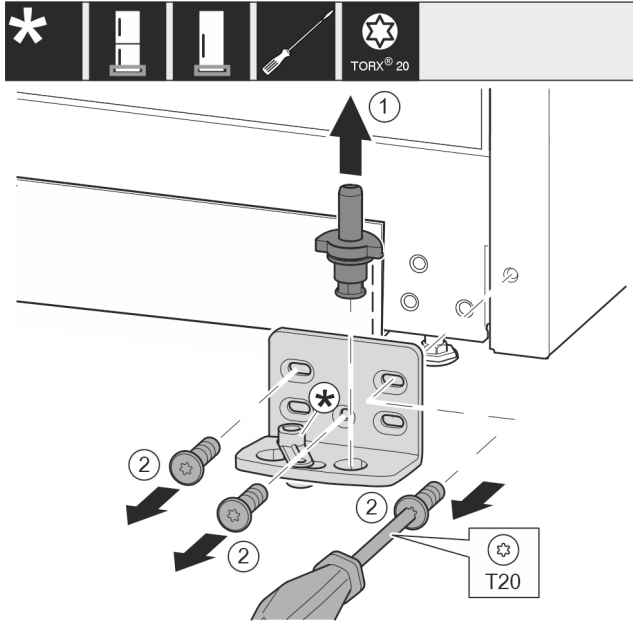

Fig. 18
- ▶ Опорный палец Fig. 18 (1) полностью извлеките движением вверх.
- ▶ Открутите винты Fig. 18 (2) отверткой и снимите опорный кронштейн.